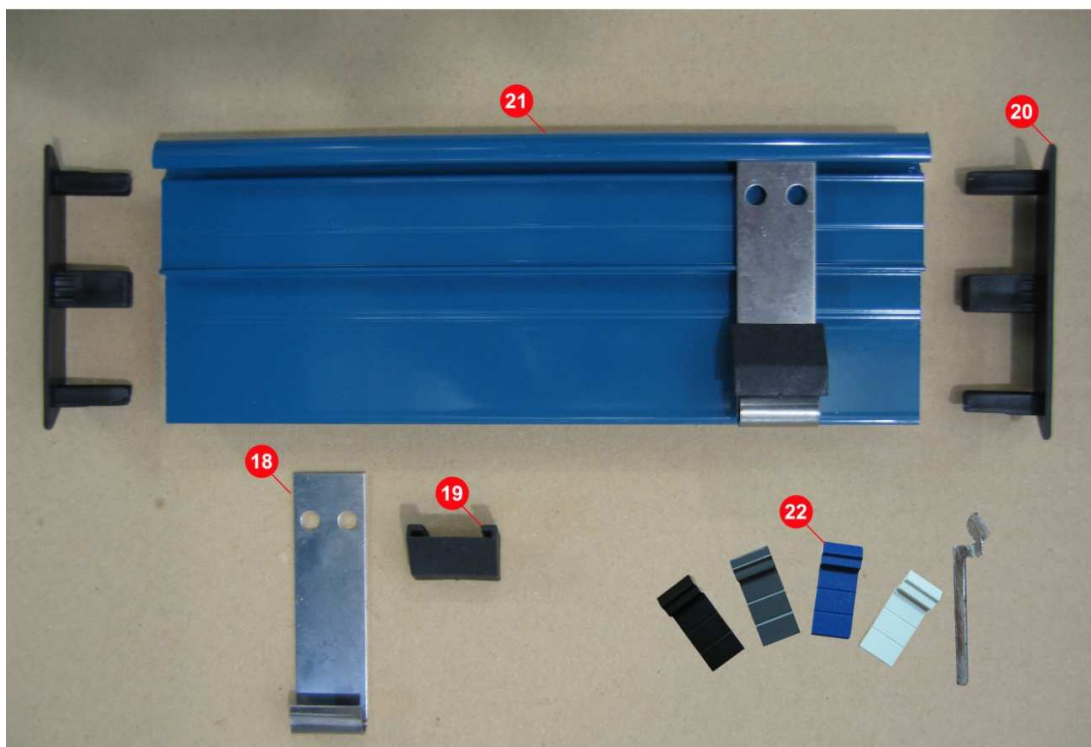

Figura 1
Descripción de los componentes y cantidades necesarias para confeccionar una persiana MULTIROLL (figura 1):
- Coloque el soporte del perfil de basculación en la cara exterior de cada guía (Figura 1 – pieza 22) de manera que la parte inferior del soporte, quede a 6,5cm del alto de luces y a haces del extremo interior de la guía, según se indica en la ilustración siguiente: